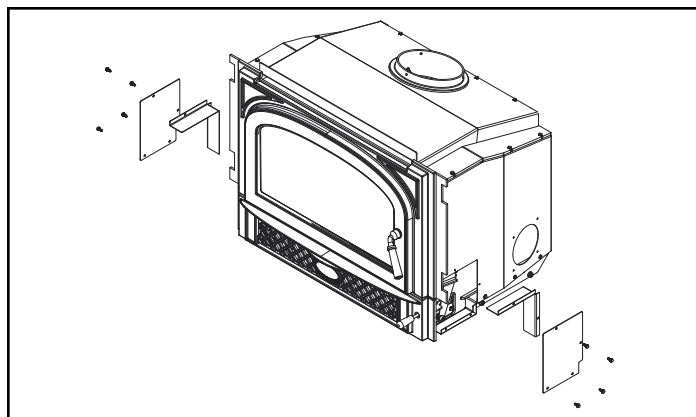

Figure 18.2
2. Retirez les vis qui maintiennent les couvercles extérieurs en place. Placez les plaques d'air extérieur dans le canal comme illustré (les plaques d'air extérieur sont situées dans le pack de composants). Réinstallez les couvercles extérieurs, Figure 18.2.